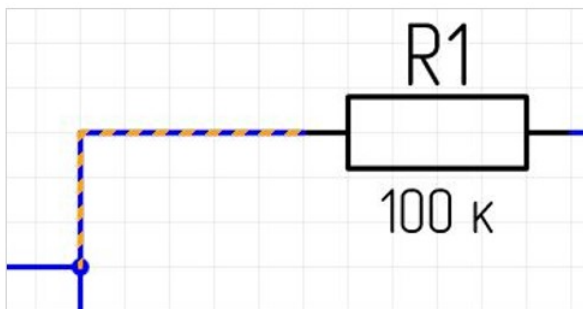

Рис. 74 Проводник на схеме
- Проводник – участок цепи между парой точек. Проводник обычно проложен между выводами УГО и/или точками соединений, см. Рис. 74;